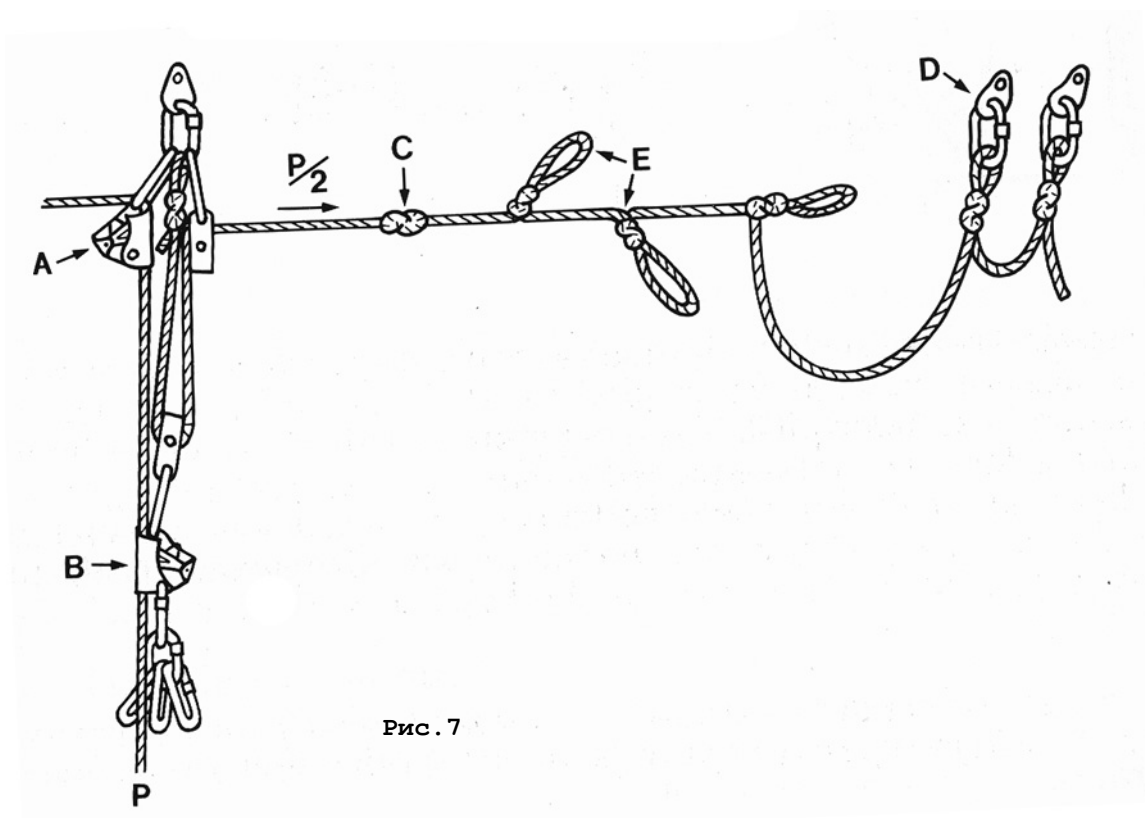

Рис. 7
С тем же комплектом роликов и зажимов можно собрать полиспаст Обенфорда (Obendorf pulley system), используя отдельную веревку (Рис.7) или, если существует такая возможность, верхний конец вытяжной веревки.
Сам по себе зажим достаточно надежен как страховочное устройство (Рис.7А), но в зависимости от наличия снаряжения можно использовать его сочетание с роликом или самостопорящийся узел. Самостопорящийся узел имеет преимущество в том, что если возникнет необходимость стравить груз вниз, его легко преобразовать в «Итальянскую петлю» (см. стр.48).
Группа тянет веревку полиспаста (Рис.7С-D) возвратно-поступательными движениями, что дает возможность:
- завязать петли для рук (Рис.7Е);
- завязать узел (Рис.7С), который не проходит через ролики, в качестве дополнительной меры безопасности;
- во время спасательных работ, когда подъем ведется с отдельной страховочной веревкой (life-line), чередовать функции вытяжной и страховочной веревок простым перемещением тянущего зажима (Рис.7В) с одной на другую.⁴³
Кто-то должен находиться рядом с полиспастом, чтобы выбирать через зажим вытаскиваемую веревку (Рис.7А), но в любом случае полезно, чтобы кто-нибудь был там, где он может видеть происходящее внизу и передавать необходимые указания тянущим.